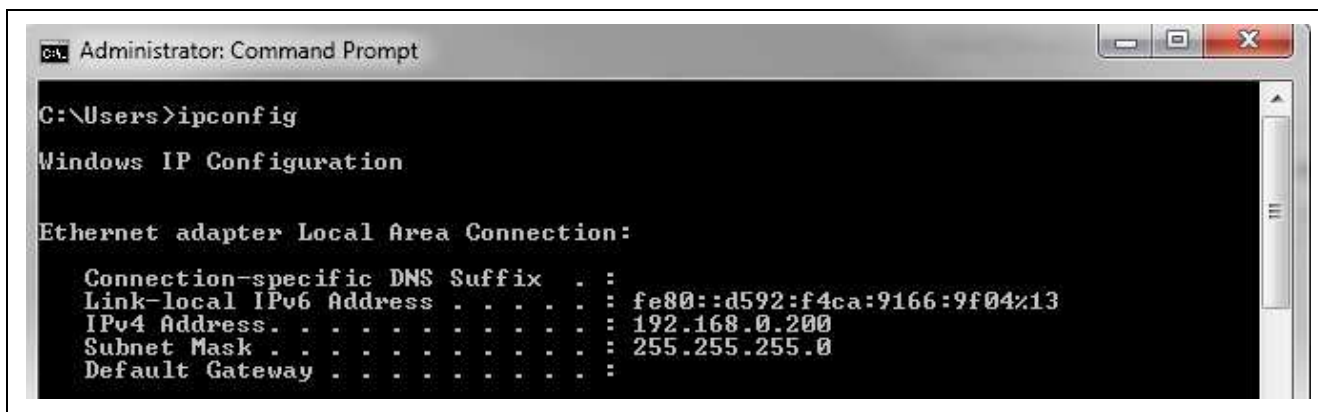

図 2.4 Ipconfig 結果
2. [Command Prompt]ウィンドウでは、コマンド ipconfig を入力します。図 2.4 のような結果が表示されま